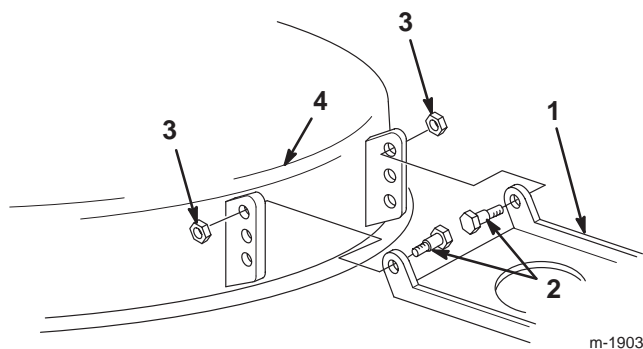

Figure 47
18. S'il est impossible d'obtenir l'inclinaison avant de 6 à 16 mm requise en tournant l'écrou de réglage, déplacez le pivot sur le plateau (Fig. 47).
19. Enlevez les boulons à épaulement et les contre-écrous de la machine (Fig. 47).
20. Placez le pivot du plateau dans un trou inférieur et remettez les boulons à épaulement et les contre-écrous (Fig. 47).